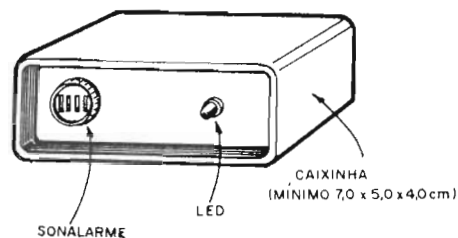

Fig.6
- **FIG. 6 - UMA CAIXINHA “JEITOSA” PARA A AMU** - Se o Leitor/Hobbysta optar pelo uso dos alarmes sonoro e visual (“Sonalarme” e LED...), uma acomodação como sugerimos na figura dará ótimo resultado estético e prático, de modo que o **container** possa ser fixado sob (ou **no...**) painel do veículo, em ponto onde a vi-